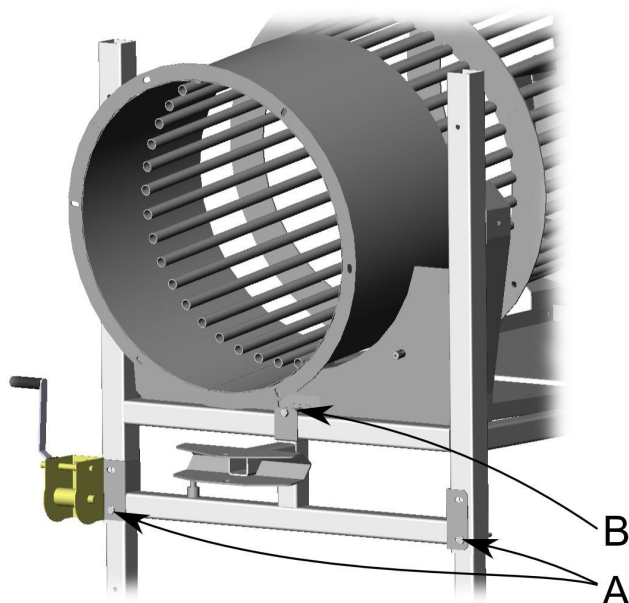

Bild 3.
- Montera transportörens hållare på skräptrumman med sexkantsskruvarna A och B på det sätt som bild 3 visar.
- Fäst sexkantsskruvarna A (bild 3) i hålen som ligger parallellt med höjdjusteringen.